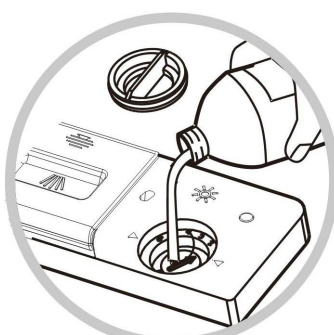

Рис. 10
2. Залейте нейтрализатор в емкость в объеме примерно 110 мл. Указанного объема достаточно для выполнения нескольких циклов обработки. (рис. 10).